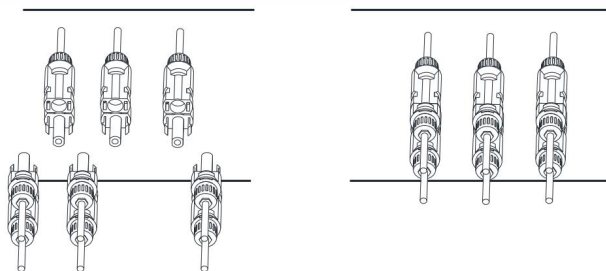

Imagen 5.6 Conexión de entrada CC
d) Finalmente inserte el conector DC en la entrada positiva y negativa del inversor, como se muestra como imagen 5.6